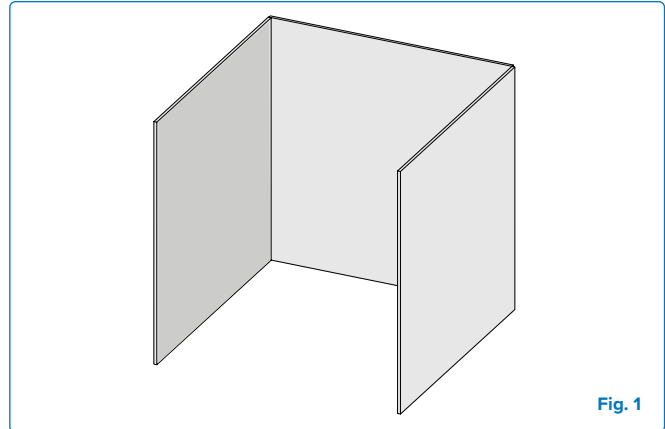

Fig. 1
- Et apparat betragtes som udendørs, hvis det er installeret med et skur ikke mere inklusivt end med vægge på tre sider, men uden tagoverdækning. **(Fig 1)**